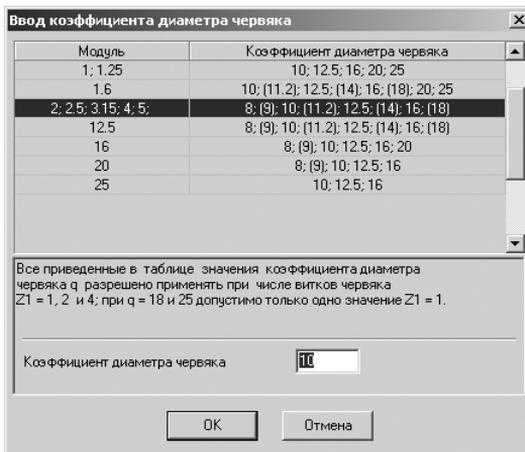

Рис. 5.46. Диалоговое окно **Ввод коэффициента диаметра червяка**
- введите в строке **4. Коэффициент диаметра червяка** значение, равное **10**. Кроме того, можно щелкнуть по кнопке – **Выбор коэффициента диаметра червяка**. Появится диалоговое окно **Ввод коэффициента диаметра червяка**, изображенное на рис. 5.46;